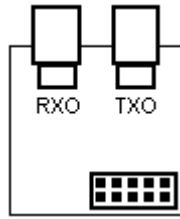

Figura 26
- Se conecta el extremo TXO del CPTTL/FO 1 por fibra óptica al extremo RXO del CPTTL/FO 2 (Figura 26)
- Se conecta el extremo TXO del CPTTL/FO 2 por fibra óptica al extremo RXO del CPTTL/FO 1 (Figura 26).